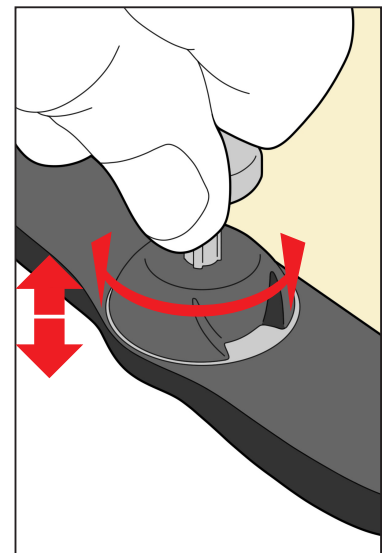

Fig. 7
1. Rode cada pino na máscara termoplástica anterior até à altura desejada do calço; recomenda-se 2 mm (as marcações encontram-se em incrementos de 0,5 mm) (Fig. 7).